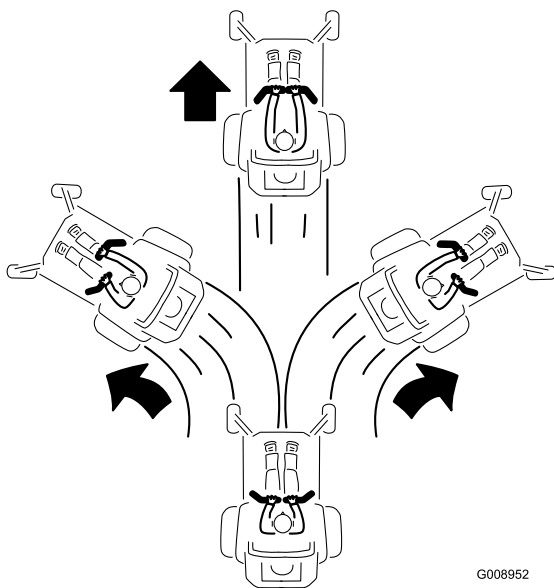

Figure 23
2. Pour vous déplacer en marche avant, poussez lentement les leviers de commande de déplacement vers l'avant (Figure 23).